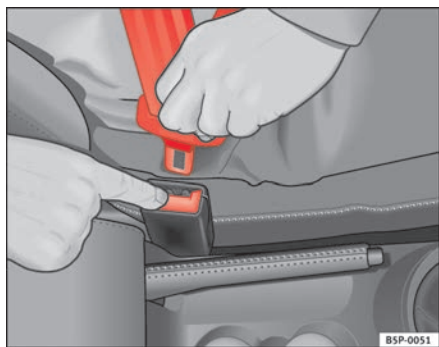

Fig. 16 Retirar la lengüeta del cierre del cinturón
- Pulse la tecla roja que hay en el cierre del cinturón ⇒ fig. 16. La lengüeta del cierre es expulsada hacia fuera ⇒ ⚠.